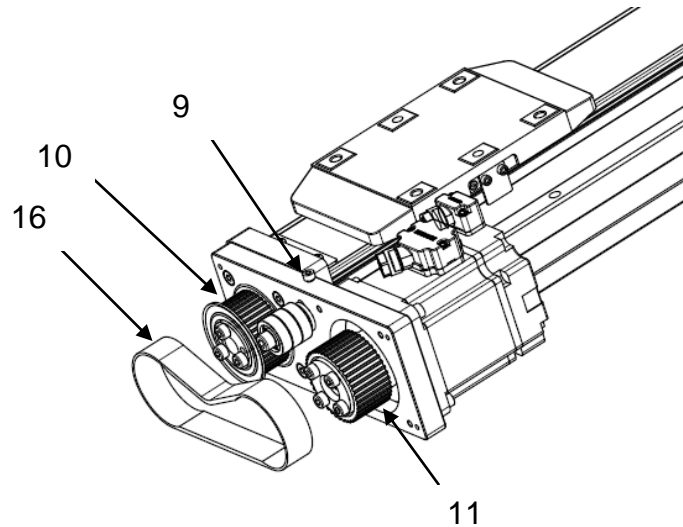
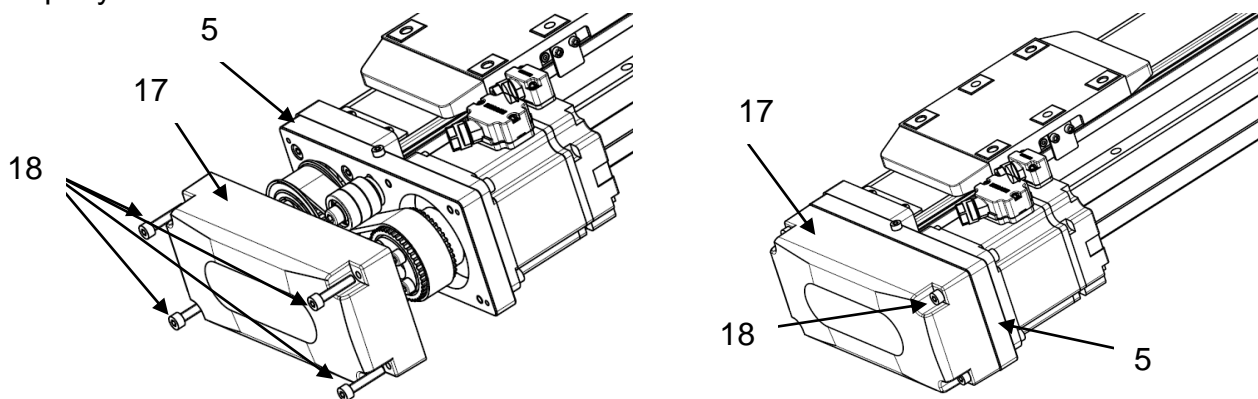

Рисунок 18 – Установка зубчатого ремня.
Рисунок 19 – Монтаж крышки на корпус.
5) установить зубчатый ремень (поз. 16) на шкивы (поз. 10 и 11) (см. рисунок 18). Натянуть зубчатый ремень (поз. 16) при помощи винта (поз. 9);
6) установить крышку (поз. 17) на корпус (поз. 5) с собранным блоком шкивов (см. рисунок 18). Закрепить крышку (поз. 17) при помощи винтов (поз.18) (см. рисунок 19);